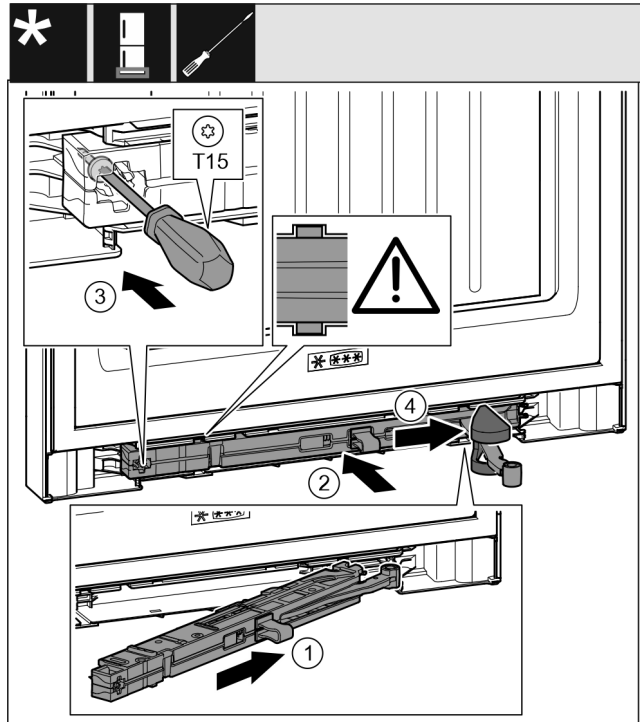

Fig. 40
- ▶ Wsunąć ukośnie amortyzator zamykania drzwi Fig. 40 (1) po stronie płytki zawiasu w zagłębienie aż do oporu.
- ▶ Wsunąć amortyzator zamykania drzwi Fig. 40 (2) całkowicie w zagłębienie.
- ▶ Przykręcić śrubę Fig. 40 (3) śrubokrętem.
- ▶ Wsunąć ostonę Fig. 40 (4) na przegub.